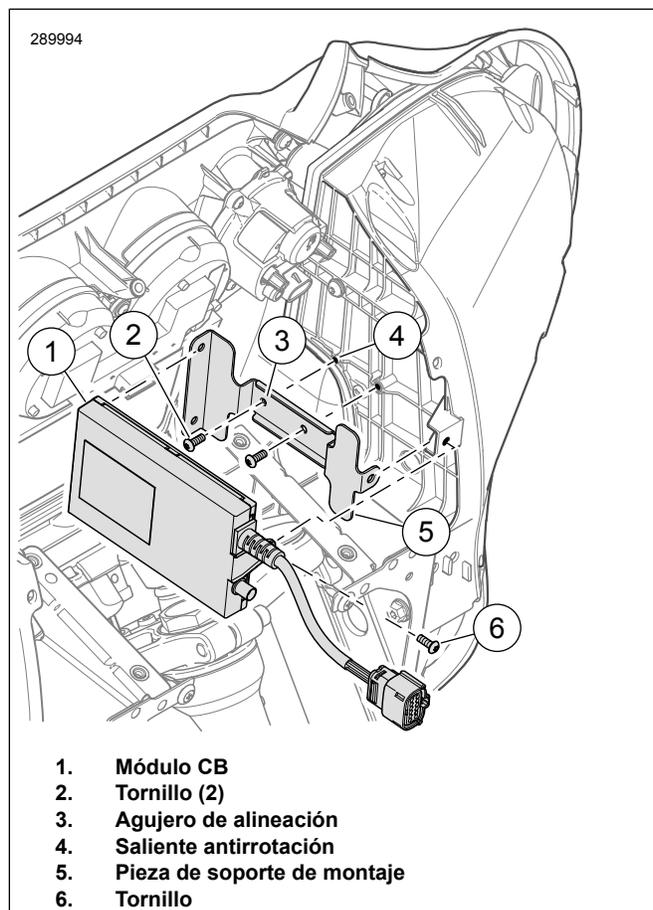

Figura 2. Instalación del módulo CB: Fuselaje montado en la horquilla
1. Ver Figura 2 . Alinee el agujero (3) en la pieza de soporte de montaje (5) con el saliente antirrotación (4).
2. Instale los tornillos (2). Apretar.